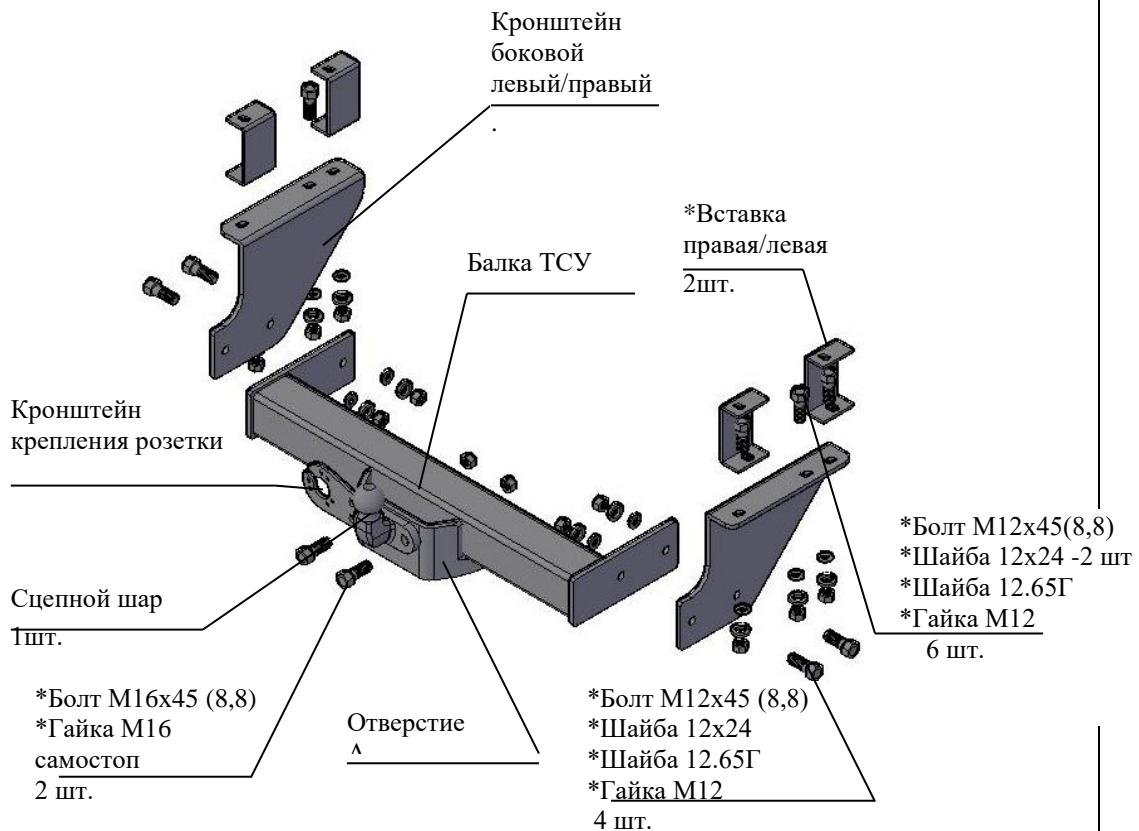

Рис.1 Тягово-сцепное устройство 9650 .
2.1 ТСУ 9650 в сборе (рис.1)	1 шт.
2.2 Пакет с комплектующими (см. рис.1)	1 шт.
4.1 Закрепить боковые кронштейны ТСУ к нижним полкам рамы а/м болтами M12x45 и гайками M12, вставив внутрь рамы вставки правые и левые по 2 шт соответственно рис.1, подложив под головки болтов шайбы 12x24, под гайки –шайбы 12x24 и шайбы 12.65Г. К верхним полкам рамы крепить вставки, используя штатный крепеж. Крепеж не затягивать.